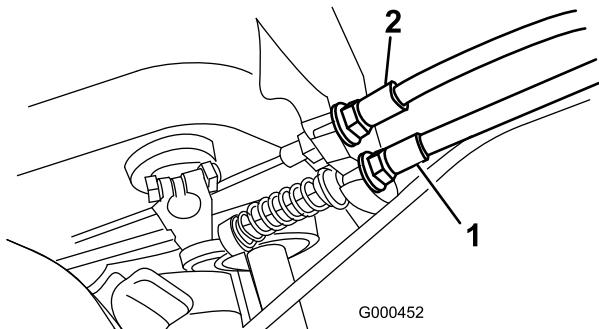

図 49
2. 走行ケーブルの前ジャム・ナットをゆるめ、後ジャム・ナット（図 49）を締めてケーブルの張りを出し、4.5～6.0 kgの力で走行コントロールがつながるようにする。